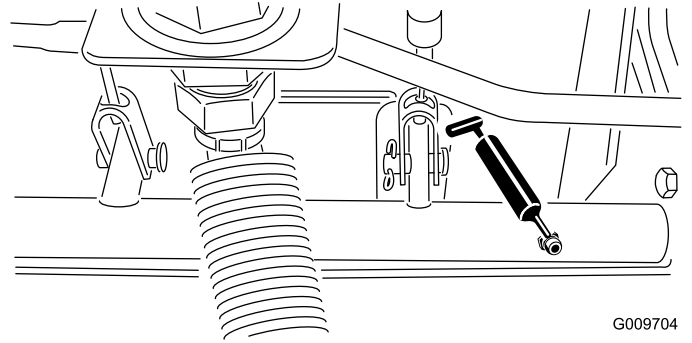

Figura 43
- Otočná ložiska hřídele brzdy (5), viz Figura 43.